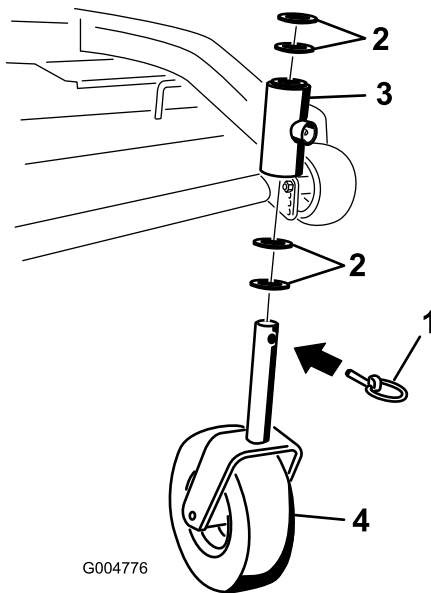

Figura 43
2. Retire el pasador de bloqueo y los espaciadores de la parte superior de la horquilla de la rueda giratoria (Figura 43).
6. Inspeccione la horquilla de la rueda giratoria para determinar si está desgastada y cámbiela de ser necesario (Figura 43).
7. Deslice la horquilla a través de los casquillos del tubo de montaje. Cambie los espaciadores de la horquilla y sujételos con el anillo de retención (Figura 43).